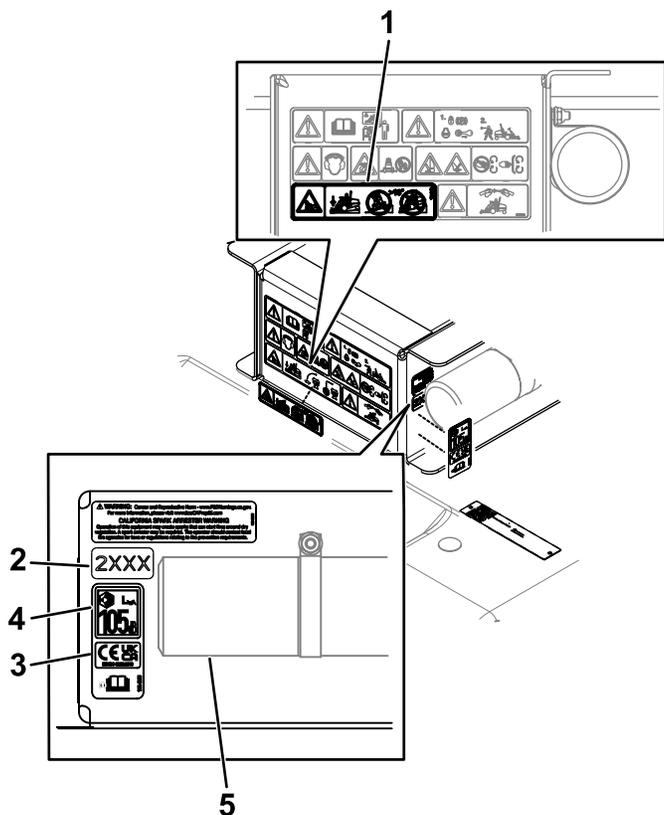

Figure 6
3. Apposez l'autocollant d'inclinaison (réf. 144-3952) sur l'emplacement de l'autocollant existant, comme montré à la **Figure 6**.
- Apposez l'autocollant CE et de niveau sonore (réf. 144-4015) près de l'autocollant de l'année-modèle, comme montré à la **Figure 6**.